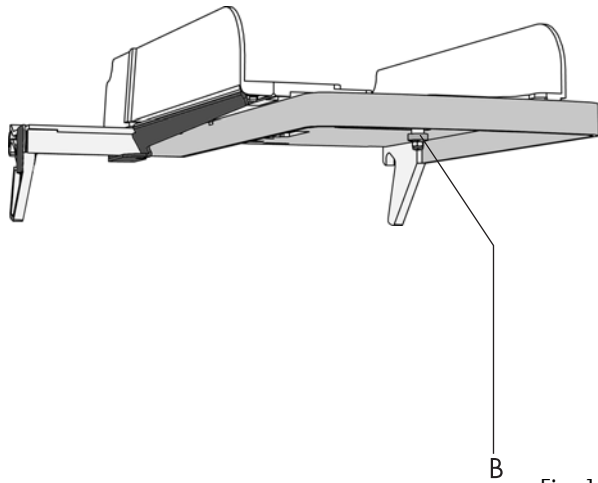

Fig. 14
- loosen the knob B half a turn (Fig. 14).